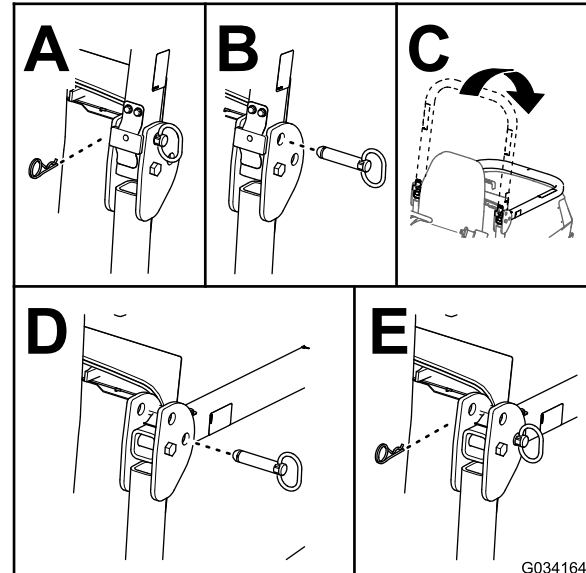

Рисунок 27
2. Извлеките шплинты и штифты из защитной дуги (Рисунок 27).
3. Опустите защитную дугу и зафиксируйте ее на месте штифтами и шплинтами (Рисунок 27).